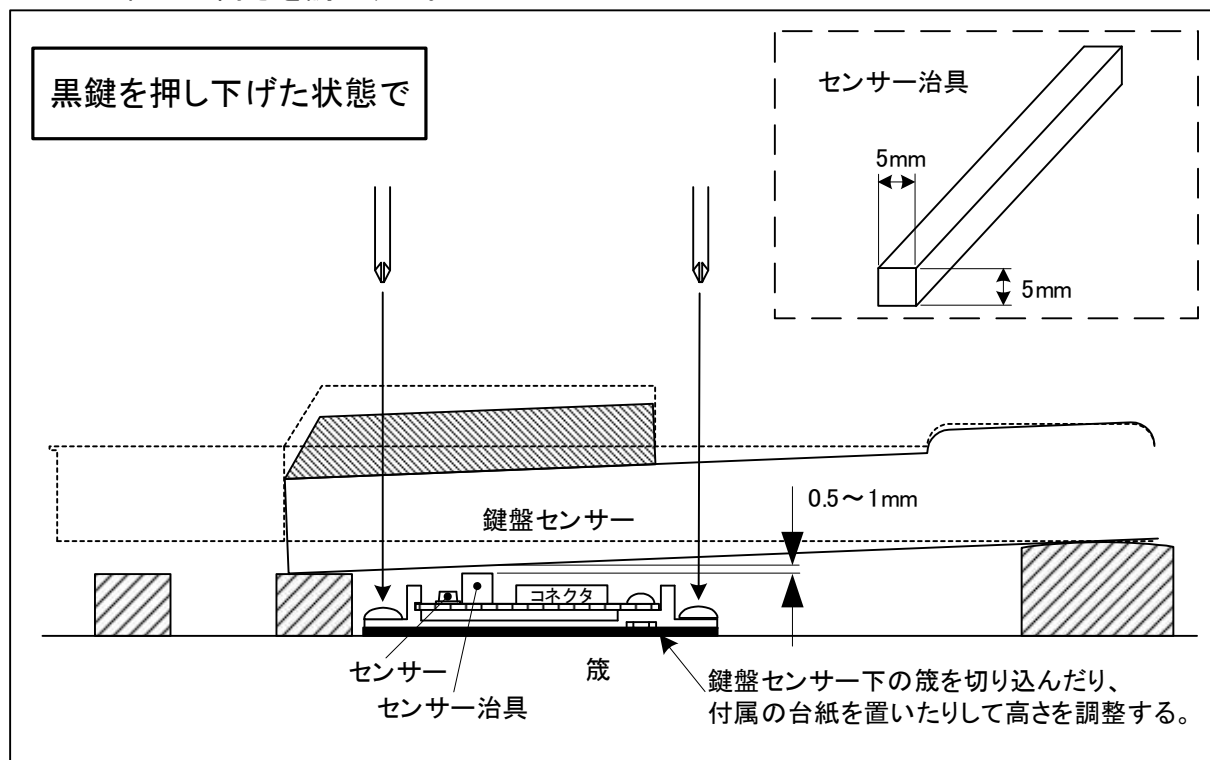

図4.2-5 鍵盤センサー取り付け高さ調整
- (4) 鍵盤センサーの取り付けネジ付近（5ヶ所）の黒鍵を取り付け、図4.2-5の様にセンサーの近くにセンサー治具を置く。次に黒鍵を押し下げて、黒鍵盤裏面にセンサー治具があたらないう程度になるよう調整する。センサー治具上面から黒鍵盤裏面までの隙間は0.5～1.0mmが理想的なので、狭い場合は箴を切り込んで寸法を確保する。広い場合は付属の台紙を鍵盤センサーの下に置いて高さを調整する。